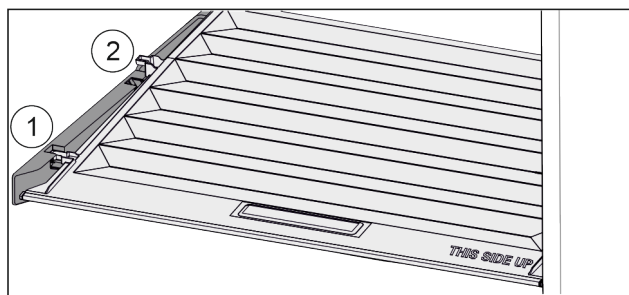

Fig. 137
- ▶ Trageți capacul în față Fig. 137 (1) până la orificiul din piesele suportului.
- ▶ Ridicați în spate de jos și scoateți Fig. 137 (2) în sus.